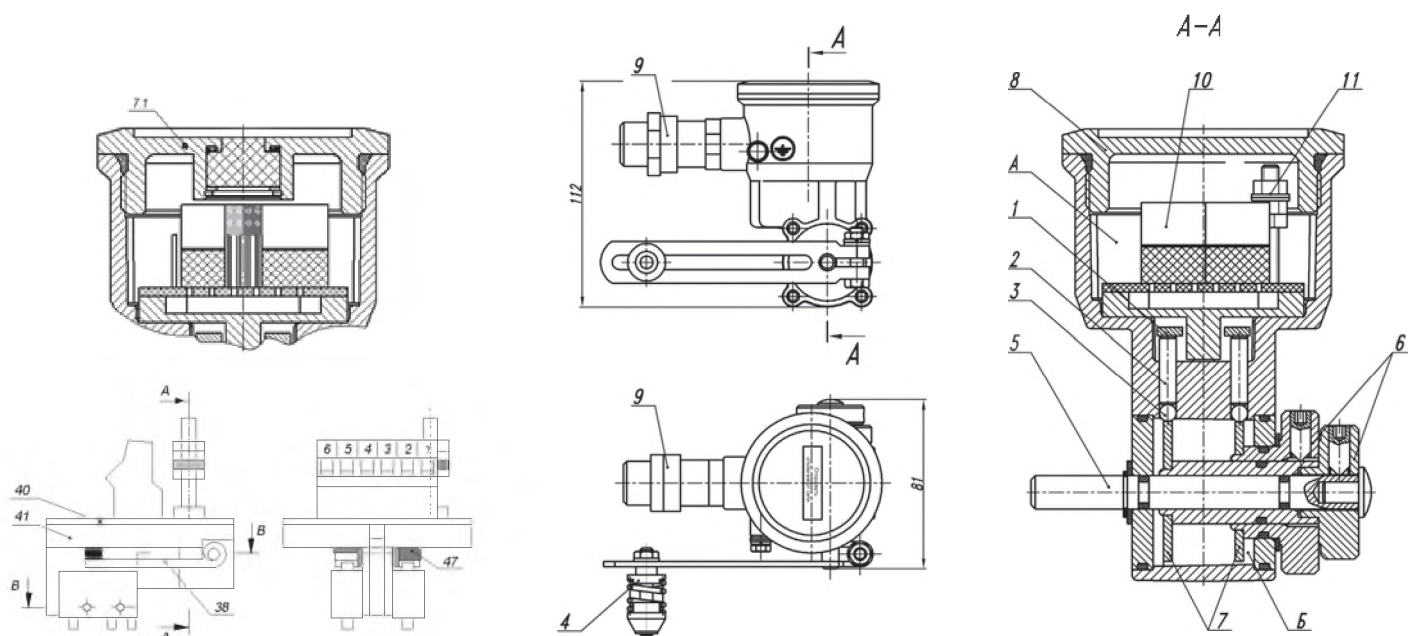

рис.1 Конструкция и габаритные размеры КВД 610, 611
КВД представляет собой литой моноблок (рис.1), разделенный на две зоны: электрическую и механическую. Принцип действия заключается в срабатывании микропереключателей или магниторезистивных датчиков под действием механизма, состоящего из подпружиненных рычагов (47,38) с толкателями (22), шариков (36), на которые в свою очередь действует механическая часть КВД, связанная непосредственно со штоком исполнительного механизма. Связь осуществляется через рычаг (2), ось (10), регулировочные втулки (12,14) и жестко закрепленные на втулках профильные кулачки (15,16). Крышка (7) обеспечивает доступ к монтажу внешнего кабеля и фиксируется стопорным винтом.